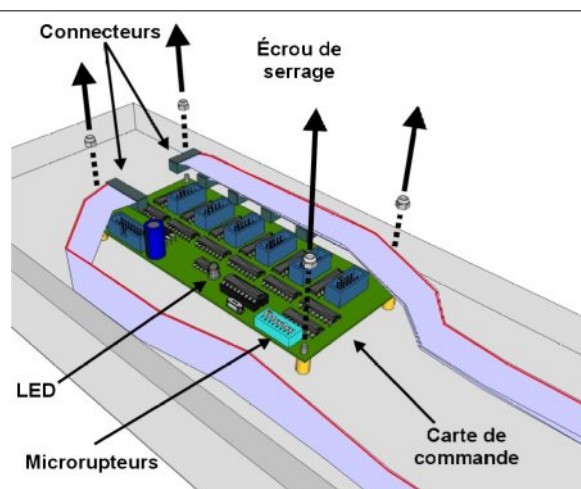

Fig. 8.4: Carte de commande
4. Localisez la carte (ou les cartes) de commande installée à l'intérieur du support (Fig. 8.4), et connectée aux cartes d'affichage défectueuses; retirez tous les connecteurs de la carte en notant leur position.
5. Avec une clé de 5,5 mm, dévissez les quatre écrous de serrage de la carte de commande (Fig. 8.4) et ôtez-la de son logement.